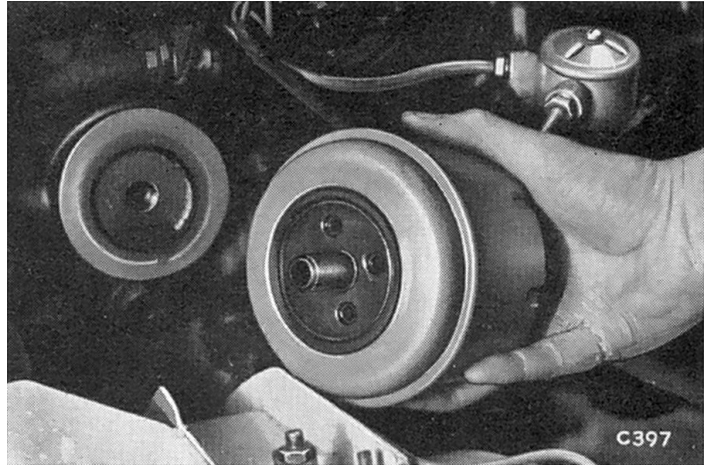

Fig 25. Dépose du filtre à huile
**Filtre à huile (Herald et Spitfire) (Fig. 25)**